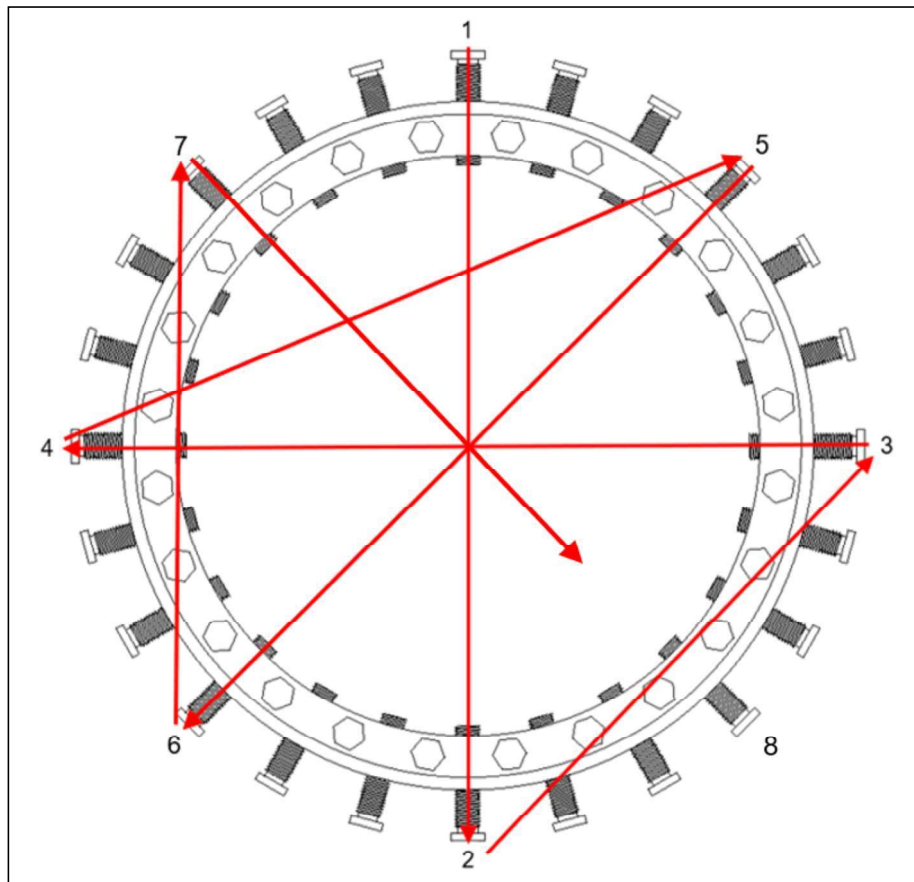
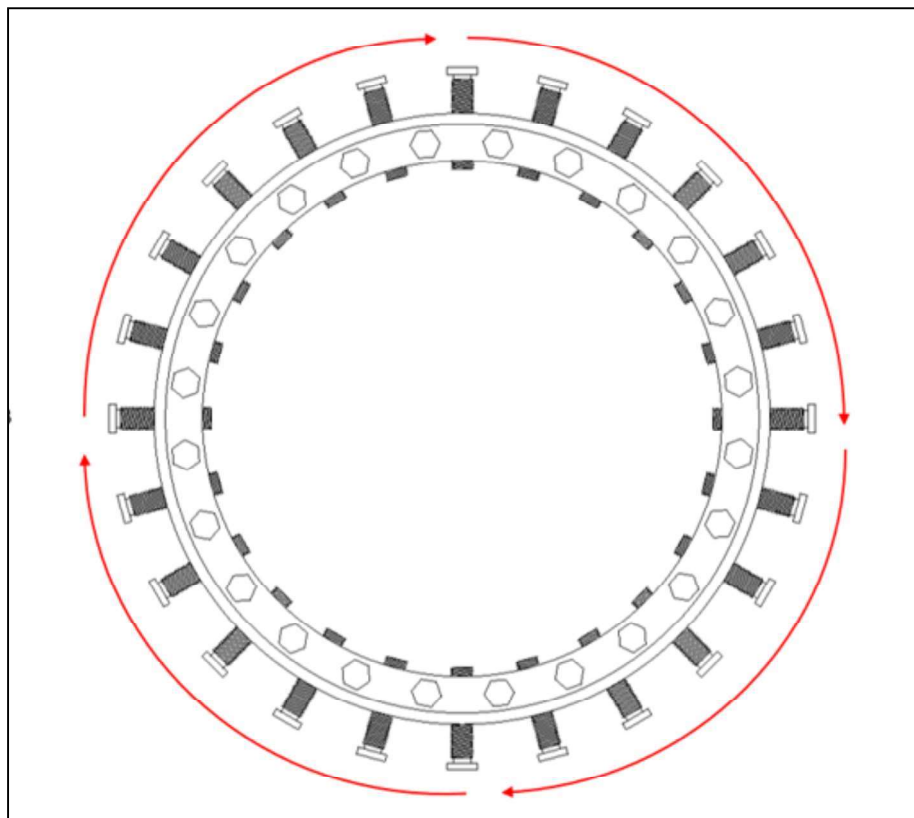

Figura 5
Figura 6
6. Los tornillos de sujeción deben apretarse de manera uniforme, mientras se mantiene un espacio igual entre el tubo y el accesorio. Apriete los tornillos de sujeción uno a la vez en una secuencia repetida que coincida con la Figura 5. La primera vez a través de la secuencia, apriete los tornillos al 25% del par de apriete. La segunda vez, apriete los tornillos al 50% del par de apriete. La tercera vez, apriete los tornillos al 100% del par de apriete. A continuación, siga una secuencia de apriete circular que coincida con la Figura 6, con un par de apriete del 100%, hasta que los tornillos de sujeción no puedan seguir girando.